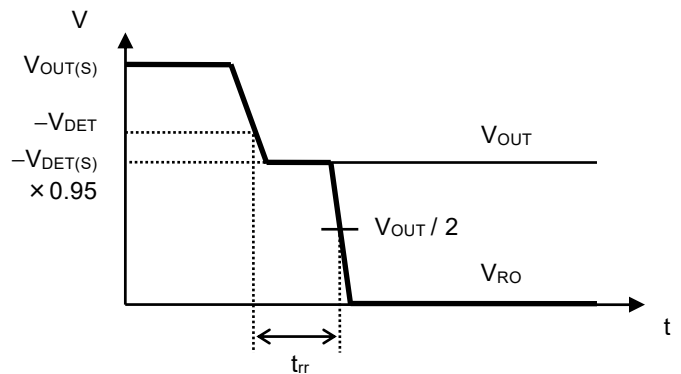

图5 复位反应时间
*4. 从 V_{OUT} 低于 $-V_{\text{DET}}$ 开始, 到实际RO端子的输出开始反转为止的时间 (参阅图5)。